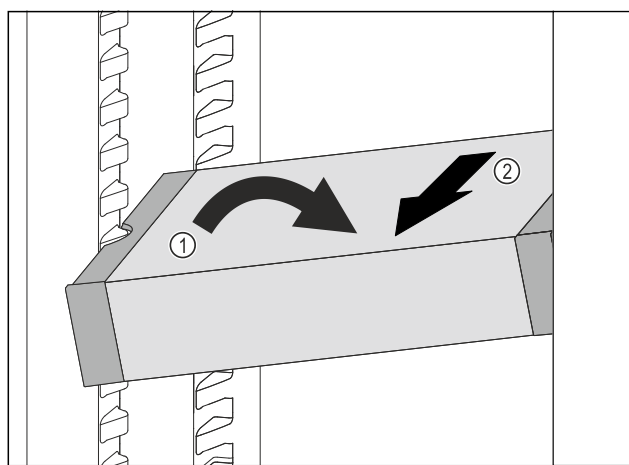

Fig. 210
- ▶ 在冷藏区中倾斜 VarioSafe。Fig. 210 (1)
- ▶ 向前取出 VarioSafe。Fig. 210 (2)